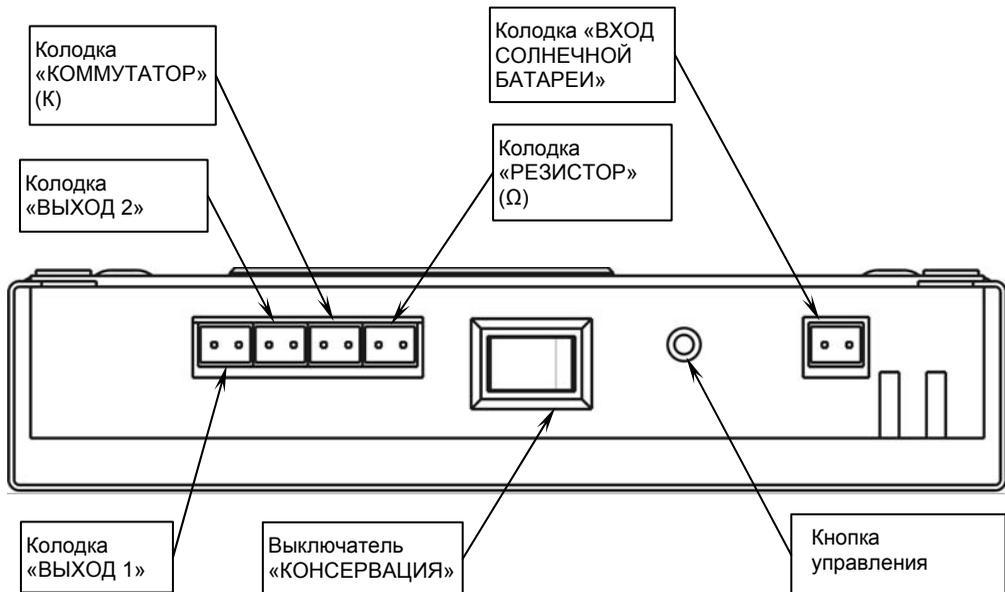

Рисунок 2 – Вид источника со стороны подключения
**Источник имеет** (см. рисунок 2) пять разъемных колодок для подключения входных и выходных проводных соединений, каждая колодка состоит из двух частей: блочной (установлена в источнике) и съемной (входит в комплект поставки).
- подсоединить к клеммам съемной части колодки «ВХОД СОЛНЕЧНОЙ БАТАРЕИ» провода для подключения солнечной батареи в соответствии с указанной полярностью и маркировкой (см. рисунок 2);
- подсоединить к клеммам съемной части колодки «ВЫХОД 2» провода нагрузки в соответствии с указанной полярностью и маркировкой (см. рисунок 2);
- подсоединить к клеммам съемной части колодки «ВЫХОД 1» провода для подключения нагрузки в соответствии с указанной полярностью и маркировкой (см. рисунок 2);
- подключить времязадающий резистор (см. таблицу 2) к съемной части колодки «РЕЗИСТОР» ( $\Omega$ ) (см. рисунок 2)